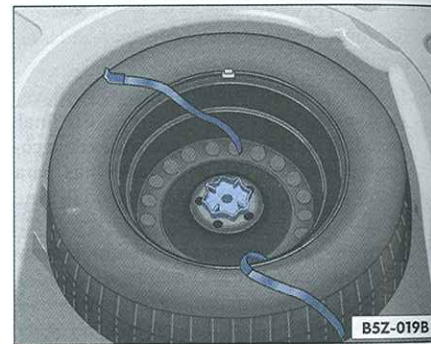

Fig. 130 Manija de fijación de la rueda de emergencia
- Suelte y retire totalmente la manija en el centro de la rueda de repuesto ⇒ fig. 130 girándola en el sentido antihorario.
- Pase la cinta por los orificios de la rueda ⇒ fig. 130.